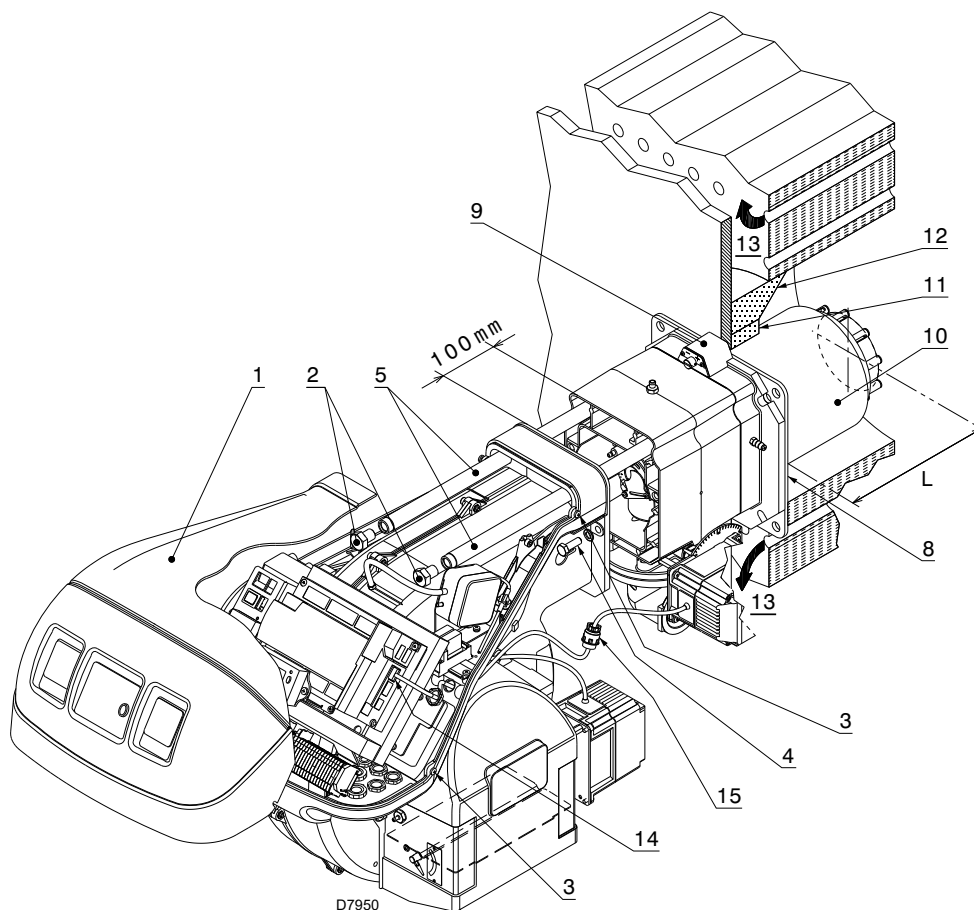

Fig. 17
Para calderas con paso de humos delantero 13)(Fig. 17 a pág. 25), realizar una protección de material refractario 11), entre el material refractario de la caldera 12) y el tubo llama 10). Esta protección debe permitir el desplazamiento del tubo de llama.
Separar el cabezal de combustión del resto del quemador, como en la Fig. 17; proceder de la siguiente manera:
- volver a montar el quemador en las guías 3) aproximadamente a 100 mm del manguito 4) - quemador en la posición ilustrada en la Fig. 17;
- conectar el conector macho del servomotor 14)(Fig. 17) y enroscar el anillo pasacable 15);